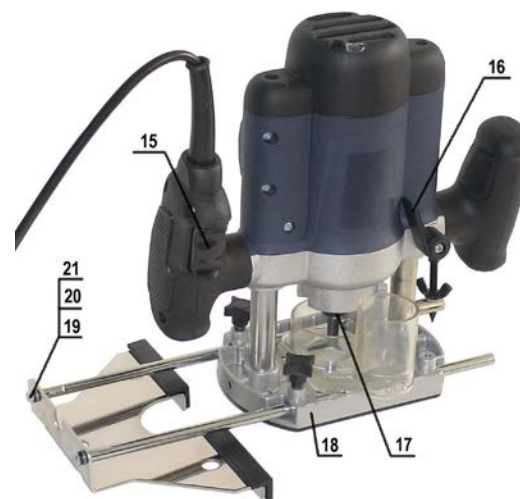

Рис. 1
5.1. Основные узлы машины показаны на рис. 1.